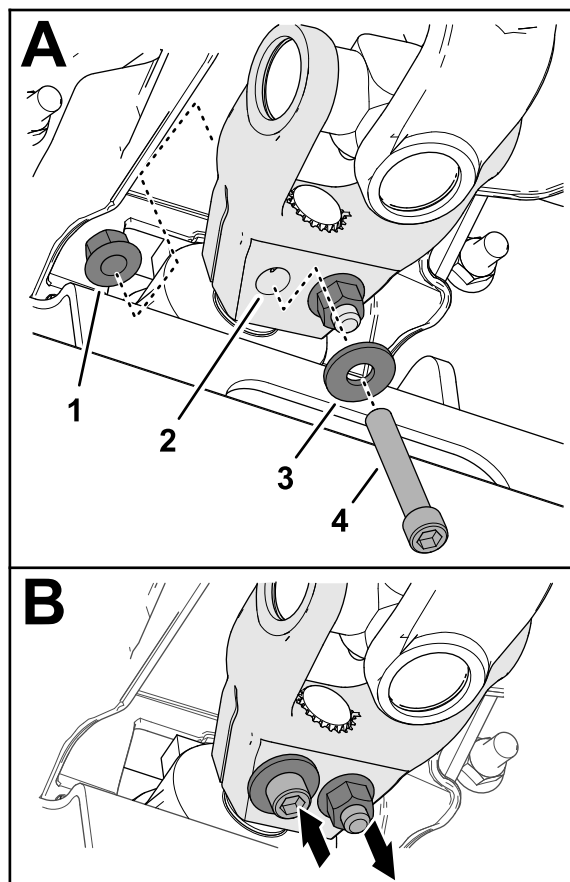

Figura 18
6. Monte un tornillo de caperuza de cabeza allen ($\frac{3}{8}$ " x $2\frac{1}{4}$ ") a través de una arandela ($\frac{3}{8}$ ") y del taladro en la horquilla del árbol de transmisión (**Figura 18**) y fije el tornillo de caperuza con una contratuerca con arandela prensada ($\frac{3}{8}$ ").
7. Monte un tornillo de caperuza de cabeza allen ($\frac{3}{8}$ " x $2\frac{1}{4}$ ") a través de una arandela ($\frac{3}{8}$ ") y del taladro en la horquilla del árbol de transmisión desde la dirección opuesta (Figura 18) y fije el tornillo de caperuza con una contratuerca con arandela prensada ($\frac{3}{8}$ ").